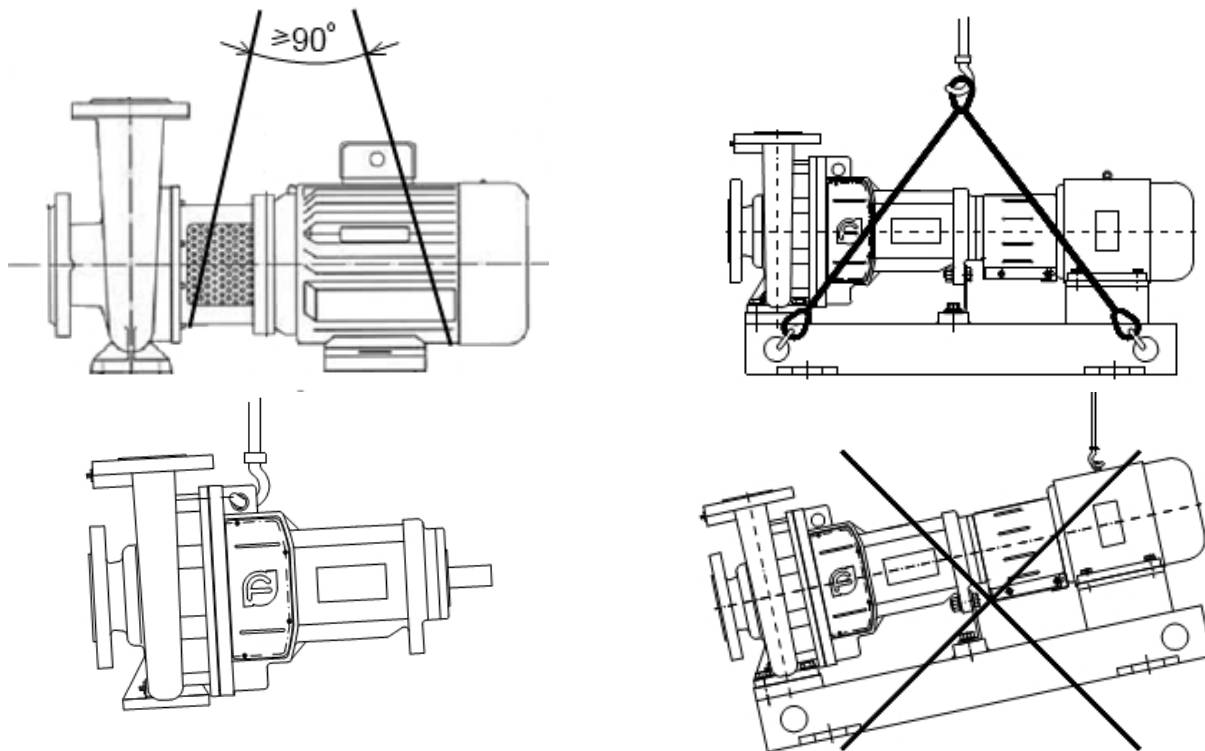

Рисунок 1 Схема строповки агрегата электронасосного серии SMM
При подъеме агрегата электронасосного серии SMM строповку производить по схеме приведенной на рис. 1.
**ЗАПРЕЩАЕТСЯ ПОДНИМАТЬ АГРЕГАТ ЭЛЕКТРОНАСОСНЫЙ СЕРИИ SMM ЗА МЕСТА, НЕ ПРЕДУСМОТРЕННЫЕ СХЕМОЙ СТРОПОВКИ (см. рис. 1)!!!**
- установить агрегат насосный на заранее подготовленный фундамент (схему строповки см. рис. 1);